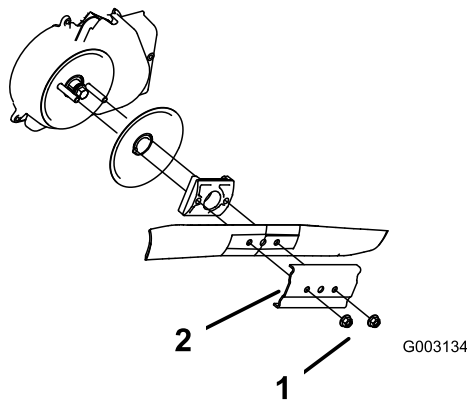

Рисунок 29
3. Отверните 2 гайки крепления ножа и прижим (Рисунок 29).
4. Извлеките нож (Рисунок 29).
5. Установите новый нож (Рисунок 29).